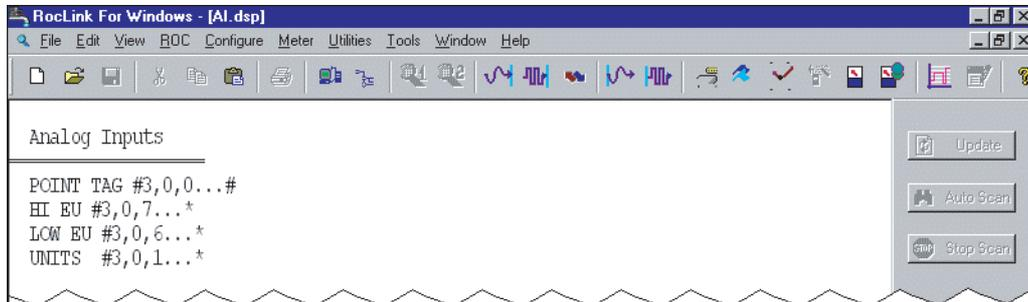

Figura C-6. Exibição dos Dados Ativos
5. Coloque o cursor próximo aos campos **High EU**, **Low EU** e **Units** e digite os valores ativos para cada um desses campos utilizando a função TLP Box. Consulte a Figura C-6.